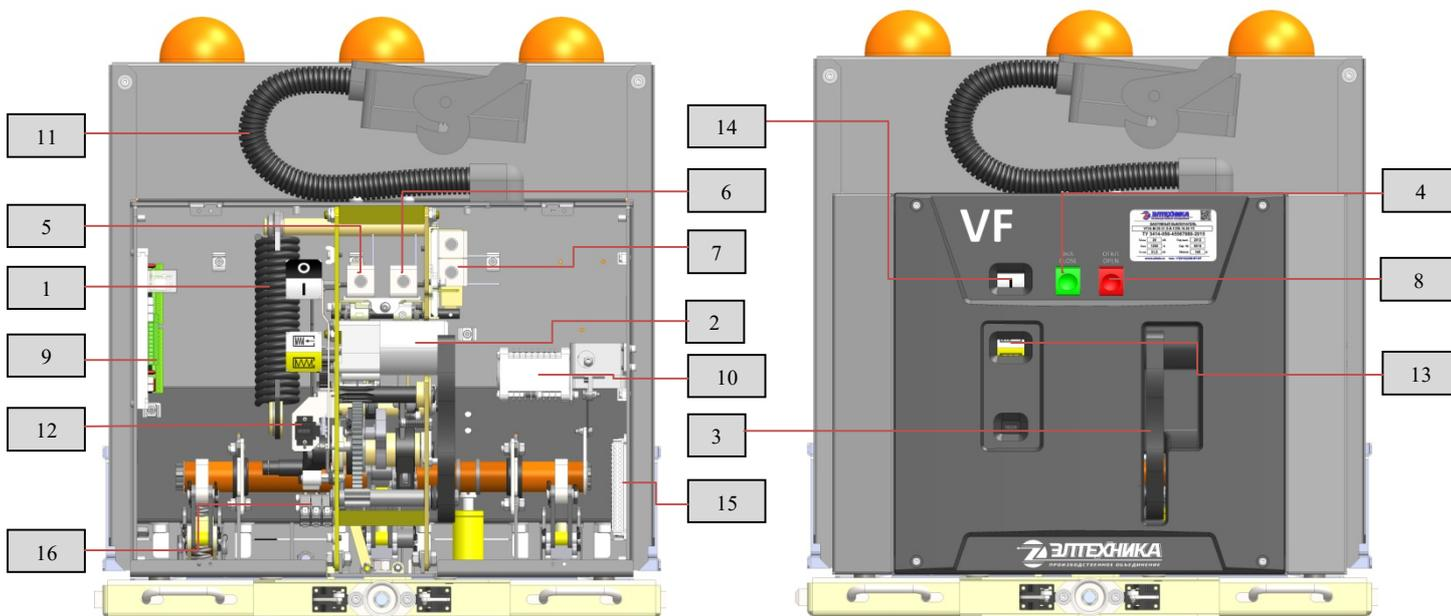
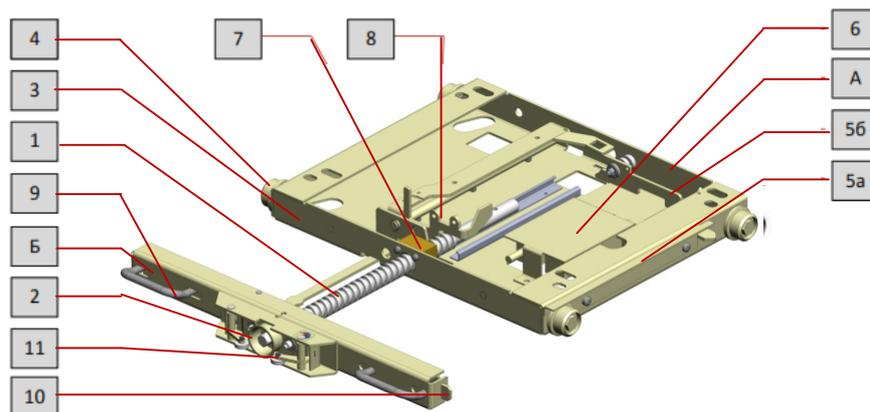
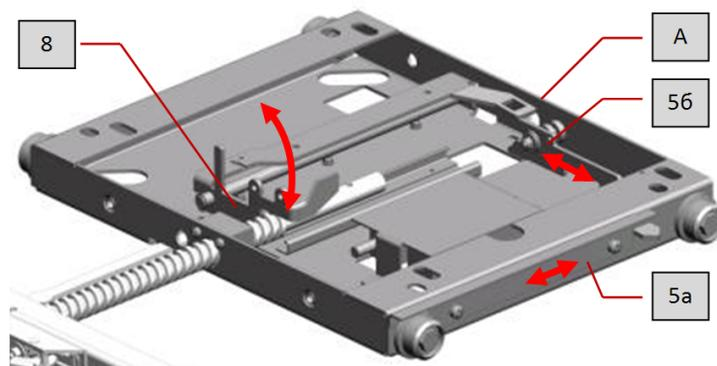

Рис. 3 Привод выключателя:
Рис. 5 Тележка аппаратная:
Рис. 6 Механические блокировки:
Привод выключателя (рис. 3) представляет собой механизм, обеспечивающий размыкание и замыкание контактов ВДК с характеристиками, необходимыми для нормального функционирования выключателя.
Тележка аппаратная (рис. 5) состоит из подвижной части (А), к которой крепится выключатель при помощи 4 болтовых соединений М12, и неподвижной (Б), являющейся опорой червячно-винтового механизма привода подвижной части. Перемещение подвижной части относительно неподвижной осуществляется посредством винта (1) при помощи рукоятки оперирования выкатным элементом (рис. 13), которая устанавливается в гнездо (2).
1.4.1.5.1. Механическая блокировка перемещения выкатного элемента (11) при открытой двери ячейки препятствует установке рукоятки оперирования выкатным элементом в гнездо (2) (рис. 5).
обозначения согласно рис. 5
связи с заземлителем и другими коммутационными аппаратами ячейки (рис. 5). Нажимная планка блокировки заземлителя (5а) управляет шторкой гнезда оперирования заземлителем, разрешая оперирование им только в контрольном (выкаченном) положении выключателя. С другой стороны, механизм заземлителя воздействует на планку блокировки винта привода тележки (5б), утапливая ее внутрь основания (3), при включенном заземлителе. Планка блокировки винта привода (5б), в свою очередь, через систему рычагов блокирует винт (1) привода тележки аппаратной (рис. 6).
1.4.1.5.3. Механическая блокировка включения выключателя (8) запрещает перемещение подвижной части (А) тележки аппаратной из фиксированного положения (рабочего или контрольного) при включенном выключателе, а также блокирует включение выключателя в промежуточном положении подвижной части (А) тележки аппаратной(рис. 6).
1.4.1.5.5. Блокировка от повторного включения препятствует подаче команды на повторное включение выключателя в отключенном положении. Блокировка реализована на плате управления X1 (11) (рис. 3) в схеме цепей управления выключателем (Приложение 2). Она препятствует подаче команды на электромагнит включения в дистанционном режиме.
Блок-контакты выключателя (12) (рис. 3) и блок-контакты силовой пружины (18) расположены на приводе выключателя. Блок-контакты тележки аппаратной (6) (рис. 5) расположены на подвижной части (А) тележки аппаратной.